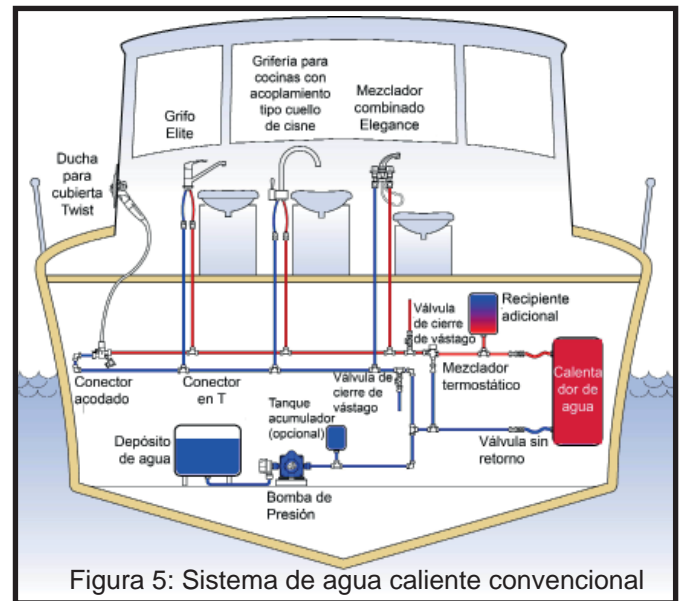

Figura 5: Sistema de agua caliente convencional
- La válvula mezcladora termostática se puede instalar en cada salida o como control central en un sistema de agua caliente. (Ver Figura 5).